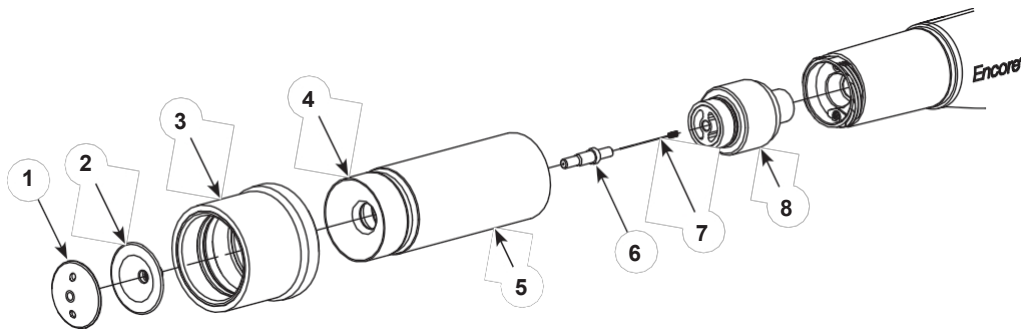

Figura 8 Limpieza de un e una boquilla cónica
1. Véase la figura 8. Sujete el deflector (2) con el dedo mientras desenrosca la tapa del deflector (1). Tire suavemente del deflector (2) para sacarlo del soporte cónico del electrodo (6).
2. Desatornille la tuerca de la boquilla (5) en sentido antihorario y retire la tuerca, la boquilla cónica (4) y el manguito de patrón (3) de la pistola pulverizadora.
5. Inspeccione el soporte del electrodo (6). Si el soporte del electrodo está desgastado o dañado, desatornillelo del soporte del electrodo (8) y retire el electrodo (7). Instale el electrodo en el nuevo soporte y, a continuación, atornille el soporte al soporte del electrodo. Instale el conjunto del soporte del electrodo (6, 7 y 8) en la pistola pulverizadora.